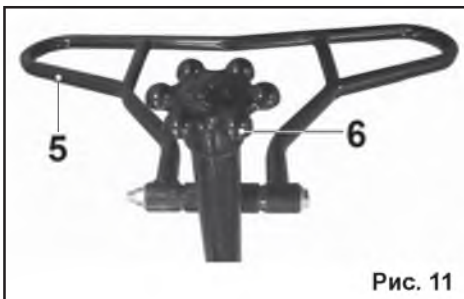

Рис. 11
8.2. Изменение угла наклона лопастей (Рис.11).